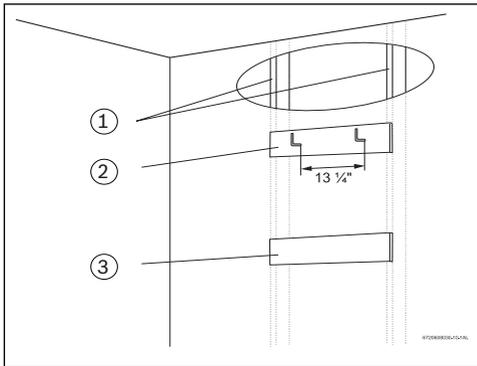

Fig. 7 Tabla de soporte
El calentador debe montarse en una pared con las piezas de fijación adecuadas. Si la pared es de miembros estructurales verticales con paneles de yeso, se recomienda fijar primero tabla(s) de soporte de madera contrachapada, ya sea de 1x4 ó 1/2 pulg. (como mínimo), en un par de dichos miembros verticales, y luego debe fijarse el calentador en las tablas de soporte (→ Fig. 7).
- Asegure a los miembros verticales de la pared o a las tablas de soporte los dos ganchos en forma de "L" incluidos, dejándolos a una distancia de 13 1/4 pulg. entre sí (→ Fig. 7).